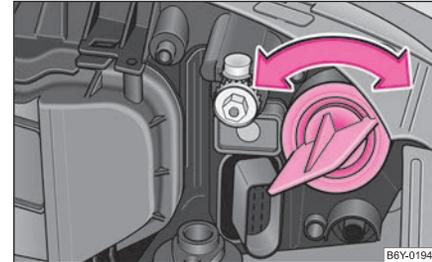

Abb. 175 Ausbau der Glühlampe für Blinklicht vorn
- Durch Drehen nach links die Lampenfassung mit Glühlampe herausdrehen ⇒ Abb. 175.